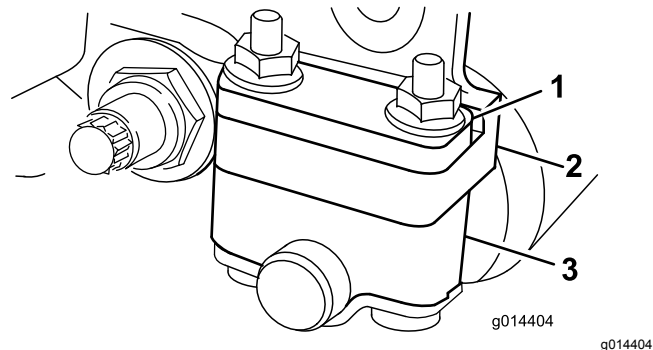
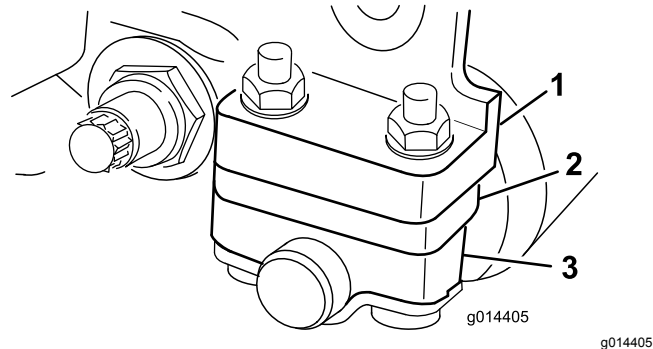

图14
图15
根据您想要的剪草高度范围需要将后滚筒支架 图14 或 图15 调整到较低或较高的位置
- 如 图14 所示当剪草高度设置介于 1.56mm 之间时将隔片放在侧板安装法兰的上方出厂设置。
- 如 图15 所示当剪草高度设置介于 325mm 之间时将隔片放在侧板安装法兰的下方出厂设置。
4. 需要时将隔片放入滚筒支架上方或下方的螺丝上 图14 或 图15。